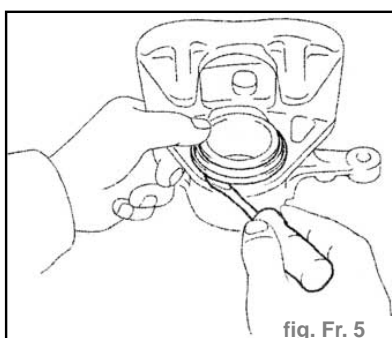

fig. Fr. 5
- À l'aide d'un tournevis, déposer l'anneau de montage et le soufflet de cylindre de l'étrier. (fig. Fr. 5)